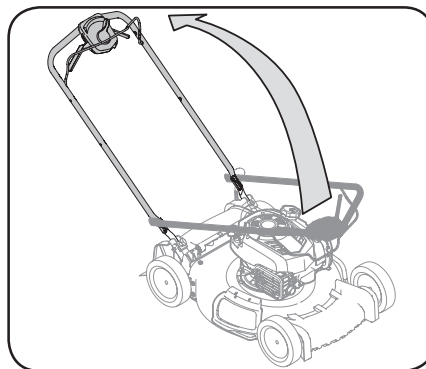

Figura 2-8
- Siga los pasos a continuación para ensamblar el colector de recortes de césped (si fuera necesario). Asegúrese que la bolsa para recortes está con el lado derecho hacia afuera antes de ensamblar (la etiqueta de advertencia estará hacia afuera). Consulte la Figura 2-8.